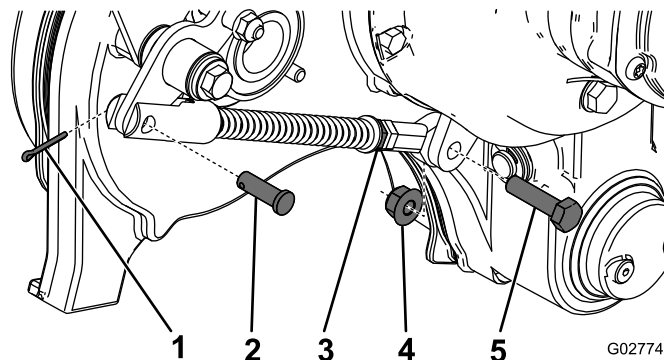

Рисунок 47
3. Снимите шплинт, шплинтуемый штифт и болт, которые крепят звено шатуна в сборе к машине (Рисунок 47).
- Затяните зажимную гайку и установите узел шатуна в сборе, используя ранее снятые крепежные элементы (Рисунок 47).